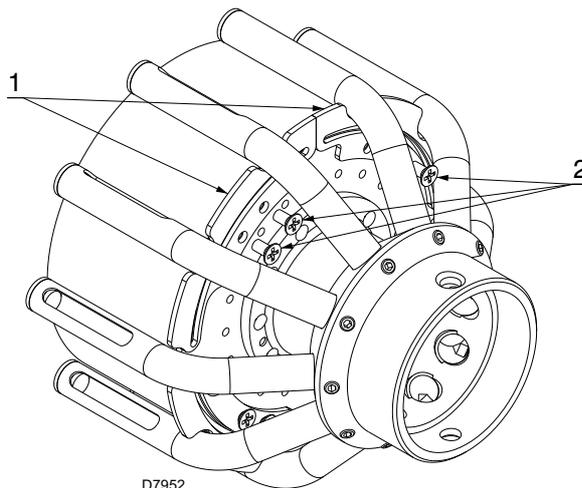

Fig. 18
- remove the 8 screws 2)(Fig. 18);